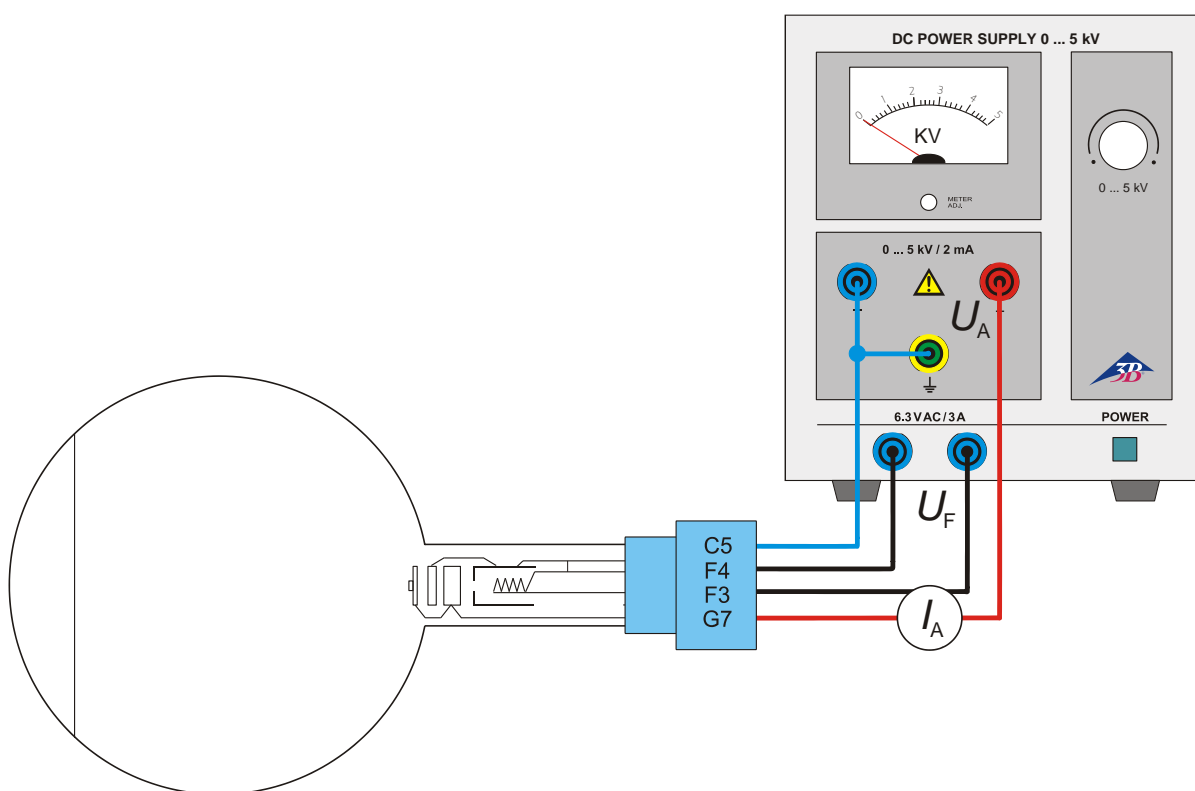

Fig. 2 Cablaggio del tubo di diffrazione elettronica
- Realizzare una struttura di prova come da fig. 2.